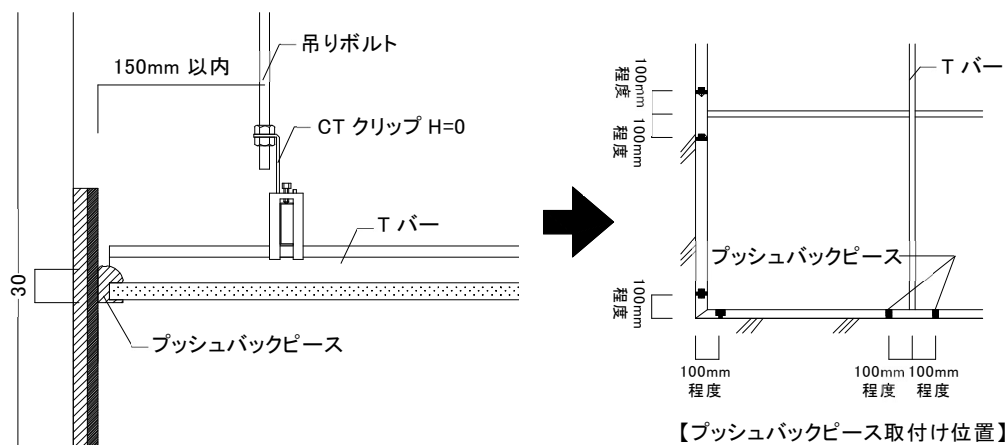

図2-8-2 プッシュバックピースの設置例
6) Tバーと同様に天井板にクリアランスを設置した場合は、廻り縁にゴムスポンジ(プッシュバックピース)をTバーから100mm程度の両端位置に貼りつけること。(図2-8-2 参照)